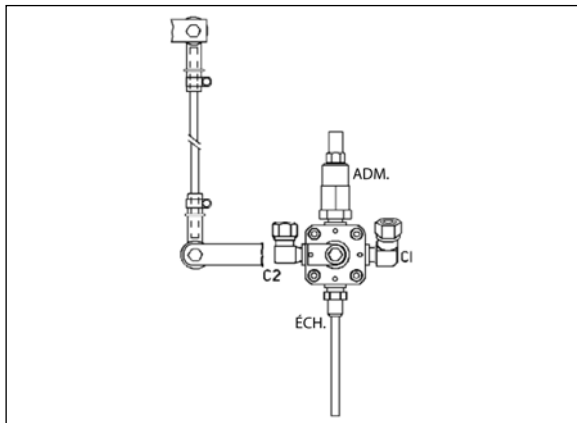

FIGURE 41 : SOUPAPE DE COMMANDE DE HAUTEUR AVANT
2. Desserrer le collier de serrage de l'accouplement de caoutchouc de soupape de commande de hauteur et lever ou abaisser (Figure 41).